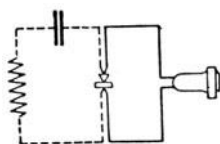

Abb. 32.
**2. Schaltung des Detektors.** Damit die beiden wichtigen Ströme, nämlich der Hochfrequenz- und der Tonfrequenzstrom, sich richtig ausbilden können, wendet man die Schaltungen Abb. 32 und 33 an. Der Kondensator dient hier einmal zum Leiten der Hochfrequenz, das andere Mal zum Absperren der Tonfrequenz.